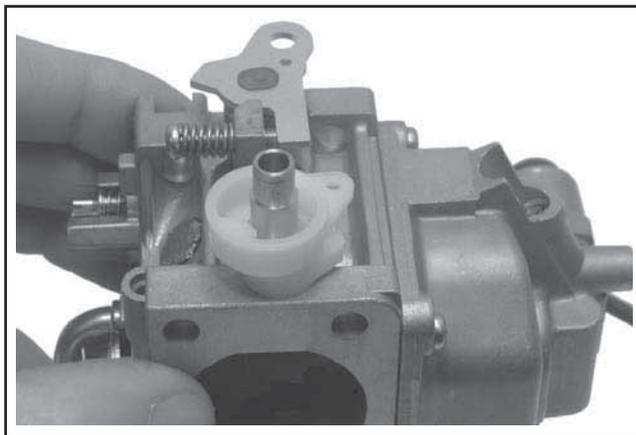

Figure 5-35. Installation de la douille.
8. Renverser la vieille douille et l'utiliser en tant que driver pour appuyer ou battre légèrement la nouvelle douille dans le carter du carburateur tant qu'elle n'atteigne le fond. Vérifier que le levier de la vanne d'air tourne librement sans rétrécissements ou entraves. Voir la Figure 5-35.